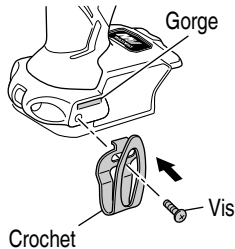

Fig. 21
- (2) Remplacer le crochet et serrer les vis.
- Installez le crochet à fond dans la gorge de l'outil électrique et serrez les vis pour le maintenir fermement. (Fig. 21)